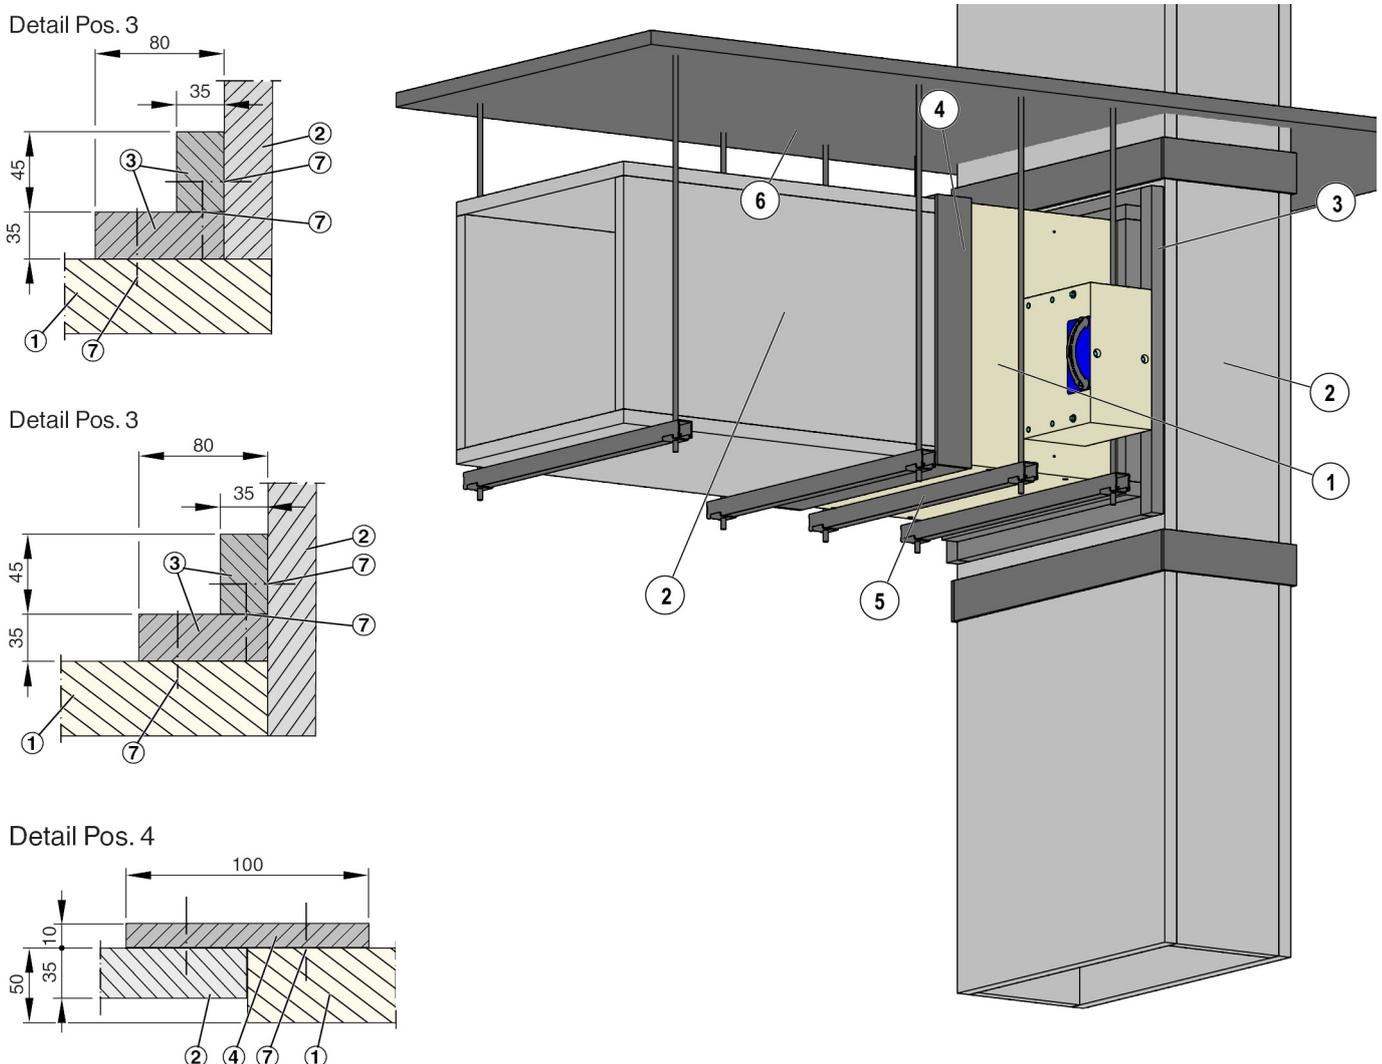

Abb. 19: Einbau abgehend von vertikalen feuerwiderstandsfähigen Entrauchungsleitungen, Klassifizierungsindex:  $V_{ed}$
2. ▶ Riegel ( Abb. 19 /3) zwischen feuerwiderstandsfähiger Entrauchungsleitung und Entrauchungsklappe herstellen. Dazu die Riegel an den Stossstellen, an der Entrauchungsleitung und an der Entrauchungsklappe verkleben und mit Stahldrahtklammern, Abstand  $\leq 150 \text{ mm}$ , verbinden.